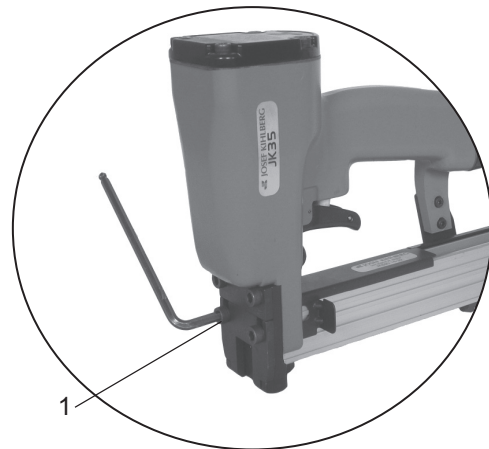

Fig. 6
1. Lossa de tvåskruvarna som håller dörren (Fig. 6/1).